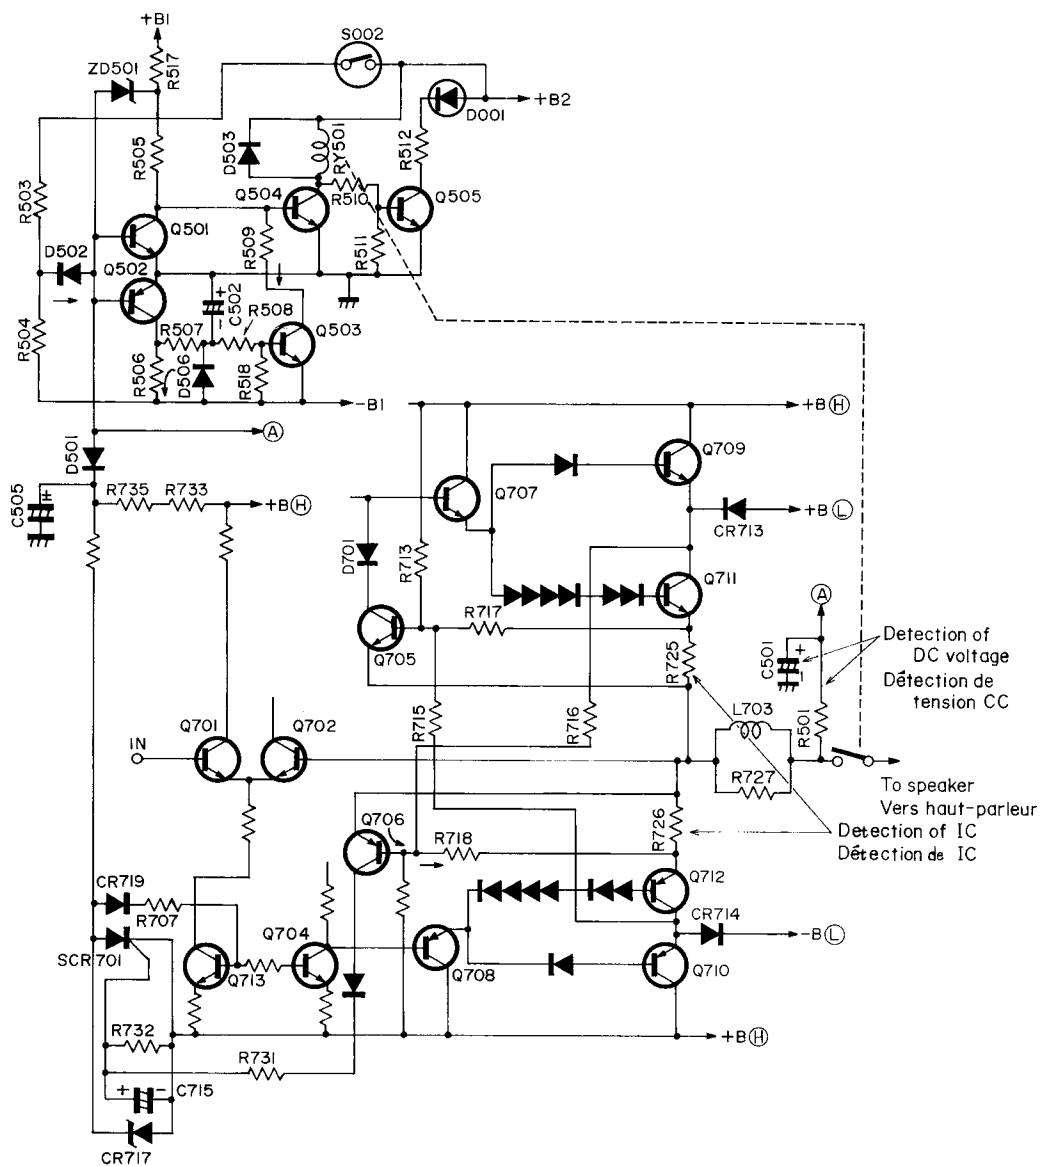

Fig. 6
In Fig. 6, when the power switch is turned on, C502 is charged slowly through R507 and R506.
When this voltage exceeds 0.6V, Q706 is turned on and the thyristor SCR701 becomes conductive. This operation turns Q701 and Q702 off and main amplifier circuit does not operate. For protection of Q709 and Q711,  $I_c$  is detected by R725, and  $V_{CE}$  is divided by R717 and R715; both are impressed between B - E of Q705. When this voltage exceeds 0.6V, Q705 turns on, and the current flowing to Q709 and Q711 is limited. (Fig. 6)
At the same time, the protection lamp lights up. When the heat-sink gets cool, the thermal switch turns ON to operate as in (1) and speaker relay turns ON. (Fig. 6)
When the DC voltage may appear at the speaker terminals during a malfunction, it may make speaker in trouble. To prevent this, the DC components in the output terminals are detected by the filter circuit of Q501 and C501; when it is (+) voltage, Q501 is turned on, Q504 is turned off, and the speaker circuit is cut off by the relay; when it is (-) voltage, Q504 turns off by turning Q502, Q503 on and the relay is also operated. Incidentally, this protection circuit is reset automatically when the DC voltage disappears. When the input terminals are touched by something or when some ultra low-frequency noise enters, speaker inputs are cut off temporarily but they reset automatically. (Fig. 6)
Sur la Fig. 6, C502 est lentement chargée par R507 et R506 quand la tension est appliquée à l'appareil. Ceci a pour effet de produire une tension entre B - E de Q503 et mettre Q503 en fonction quand Q504 est mis hors fonction. Quand C502 est entièrement chargée, Q503 est mis à l'arrêt et Q504 mis en fonction dans le circuit de haut-parleur par le relais.
fonction et le thyristor SCR701 devient conducteur. Cette opération permet de mettre Q701 et Q702 hors fonction tandis que le circuit d'amplificateur principal n'est pas mis en fonction. Pour la protection de Q709 et Q711, Ic est détectée par R725 et VCE est divisée par R717 et R715: les deux tensions sont appliquées entre B - E de Q705. Quand la tension dépasse 0,6V, Q705 est mis en fonction et le courant qui passe par Q709 et Q711 est limité. (Fig. 6)
Q502 est mis en fonction quand D502 et D503 sont en fonction, Q504 s'arrête et le relais est mis au repos. Au même instant, le témoin de protection s'allume. Quand la plaque de refroidissement a refroidi, le contacteur thermique se met en fonction pour actionner les mêmes éléments qu'en (1) ce qui actionne également le relais de haut-parleurs. (Fig. 6)
Quand une tension à courant continu apparaît aux bornes de haut-parleur quand le fonctionnement est anormal, les haut-parleurs risquent d'être endommagés. Pour éviter que cela se produise, les composants à courant continu des bornes de sortie sont détectés par le circuit de filtrage de R501 et C501; quand la tension est positive, Q501 est mis en fonction, Q504 est mis hors fonction et le circuit de haut-parleur est mis hors fonction par l'intermédiaire du relais. Quand la tension est négative, Q504 est mis hors fonction en mettant Q502 et Q503 en fonction tandis que le relais est commandé. Par conséquent, ce circuit de protection est automatiquement réenclenché quand la tension à courant continu disparaît. Quand des bornes d'entrée sont touchées par un objet ou que des bruits à très basses fréquences y sont présentent, les entrées du haut-parleur sont provisoirement coupées mais sont automatiquement rétablies. (Fig. 6)